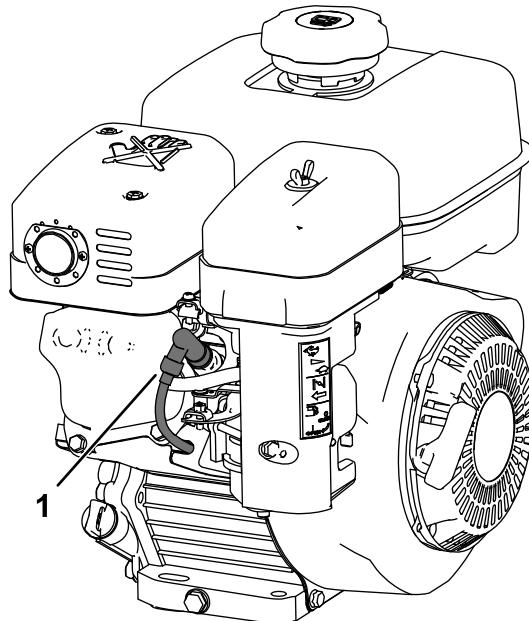

Figura 10
5. Scolate il cappellotto dalla candela (Figura 10).